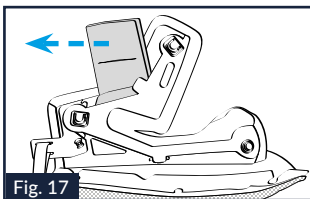

Fig. 17
13.4. Estrarre delicatamente dalla fodera di rivestimento in tessuto del guanciale la sua imbottitura interna in schiuma espansa (Fig.17).
13.5. Staccare la parte superiore dell'imbottitura interna pre-fustellata (Fig.17), quindi riposizionare correttamente la restante parte d'imbottitura nel guanciale.
14.4. Inserire correttamente all'interno della fodera di rivestimento in tessuto del guanciale parte d'imbottitura precedentemente rimossa (Fig.17).